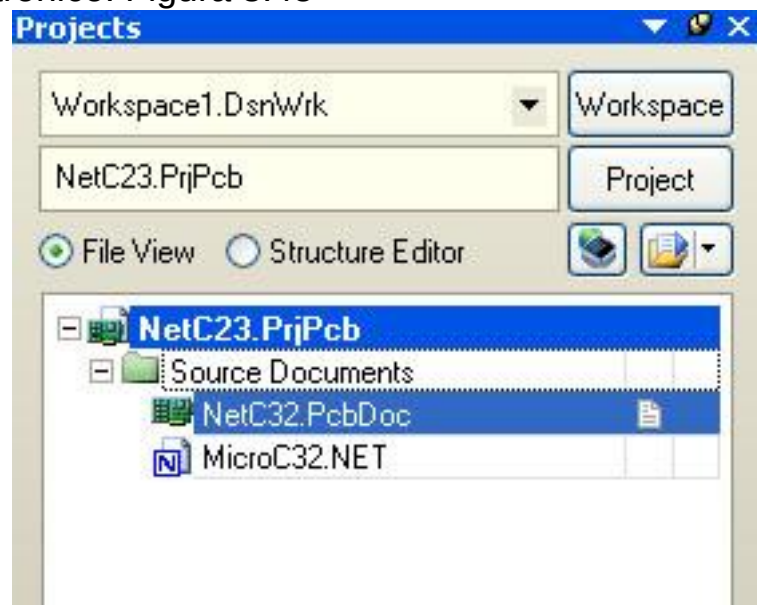

Figura 3.45 Proyecto de Diseño Electrónico.
4. Abrir el archivo de Netlist y adicionar al Proyecto del Diseño Electrónico. Figura 3.45